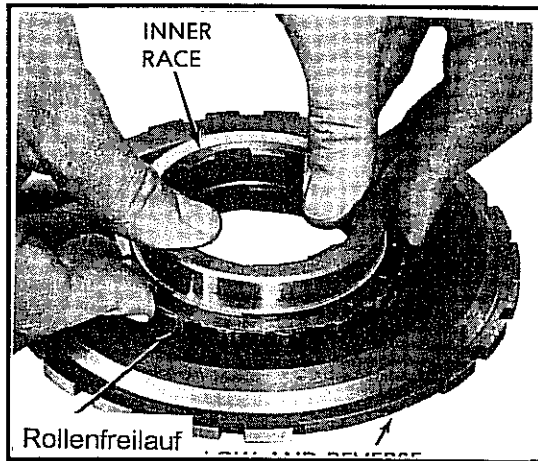

Abb. 10-108 Montage des Inneren Lagerrings am Rollenfreilauf
- Die Rollenfreilaufkupplung zusammen mit dem Inneren Lagerring auf dem Stützgehäuse aufsetzen. Siehe Abb. 10-108.